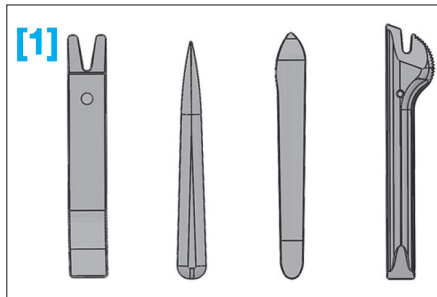

Fig. 2
- [1]. Outil de dégarnissage (Ref. 1350) (Fig.2).